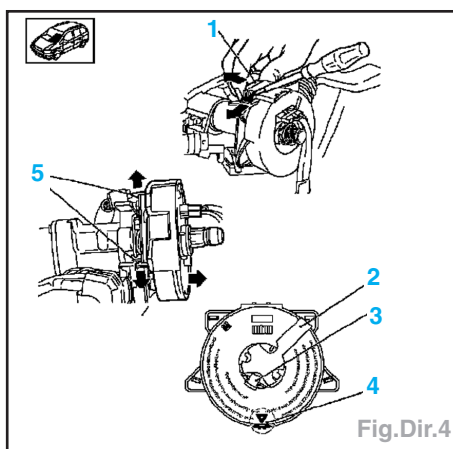

Fig.Dir.4
- Débrancher la fiche (1), dégager prudemment les quatre clips (5) et déposer l'unité de contact (Fig.Dir.4).